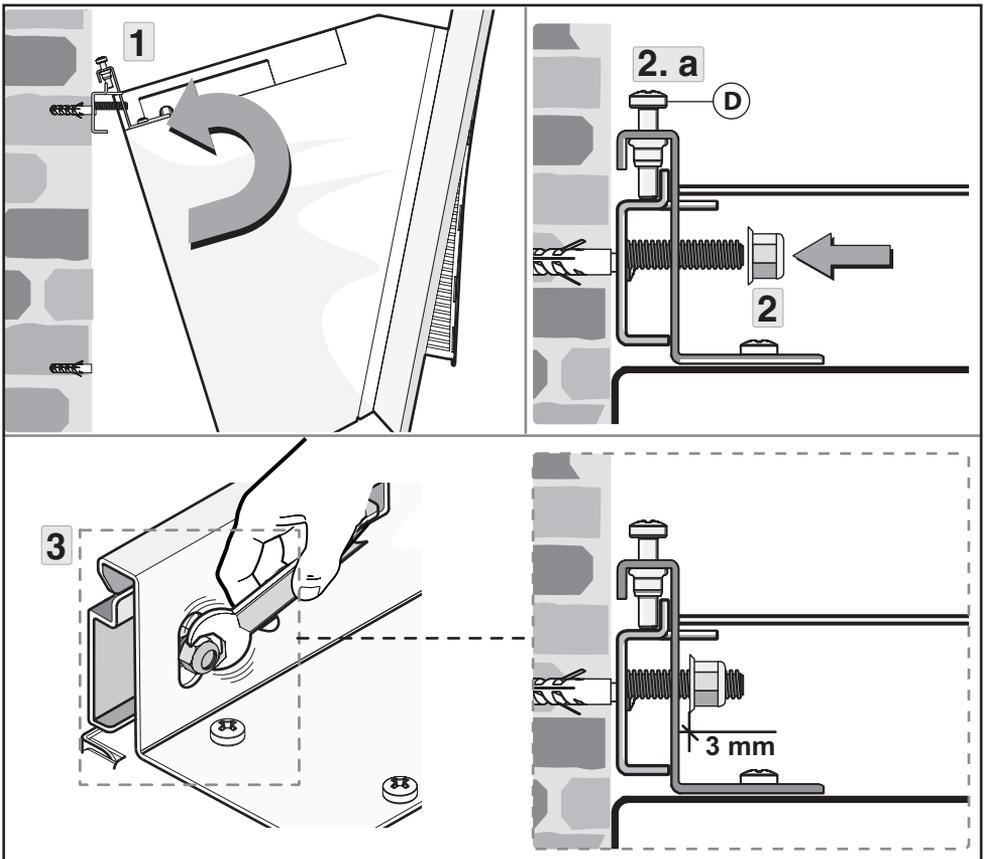

Fig.4
- Fare attenzione che le 2 viti di livellamento **D** non siano serrate Fig. 4 - fase 2.a.
- Prendere la cappa inclinarla e agganciarla alla staffa come indicato in Fig. 4 - fase 1.
- Una volta posizionata la struttura bloccarla alla staffa inserendo il dado nella vite Fig. 4 - fase 2.
- Tirare il dado con una chiave, mantenendo uno spazio minimo di 3 mm trà il dado e la staffa come indicato in Fig. 4 - fase 3.